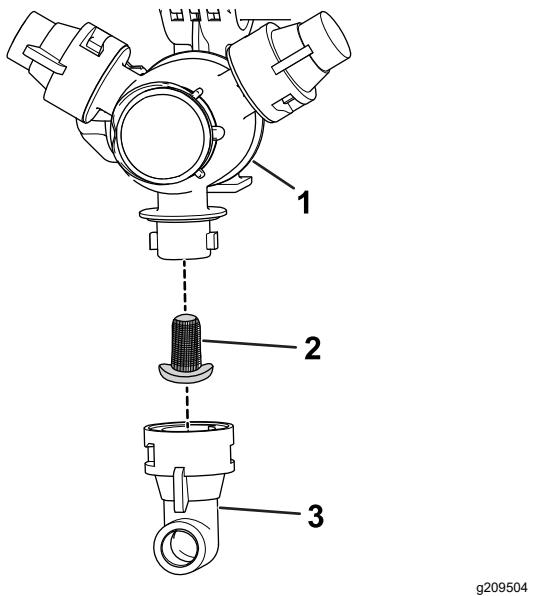

Figura 91
- Retire la boquilla de la torreta de fumigación (Figura 91).
- Retire el filtro de la boquilla (Figura 91).
- Instale el filtro de la boquilla (Figura 91).
- Instale la boquilla en la torreta de fumigación (Figura 91).